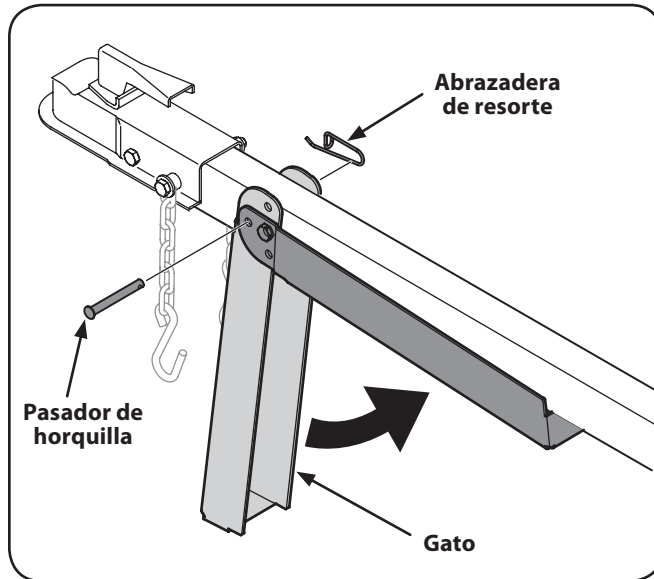

Figura 5-5
3. Sostenga la lengüeta y gire el gato hacia arriba contra la lengüeta. Vea la Figura 5-5.
4. Fije con la abrazadera de resorte y el pasador de horquilla que retiró previamente. Vea la Figura 5-5.